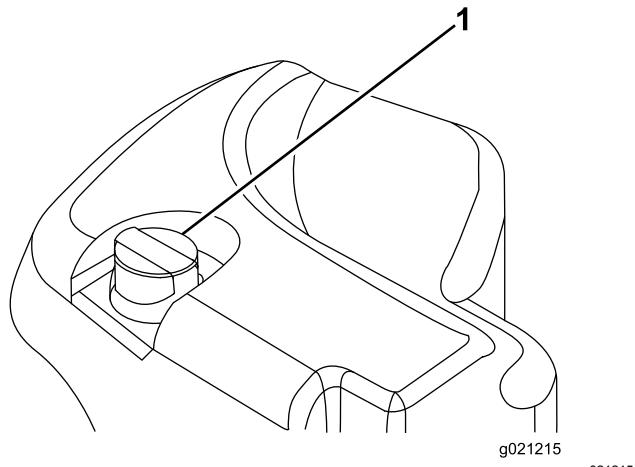

Figura 30
2. Limpie alrededor del cuello de llenado y el tapón del depósito de aceite hidráulico (Figura 30). Retire el tapón del cuello de llenado.